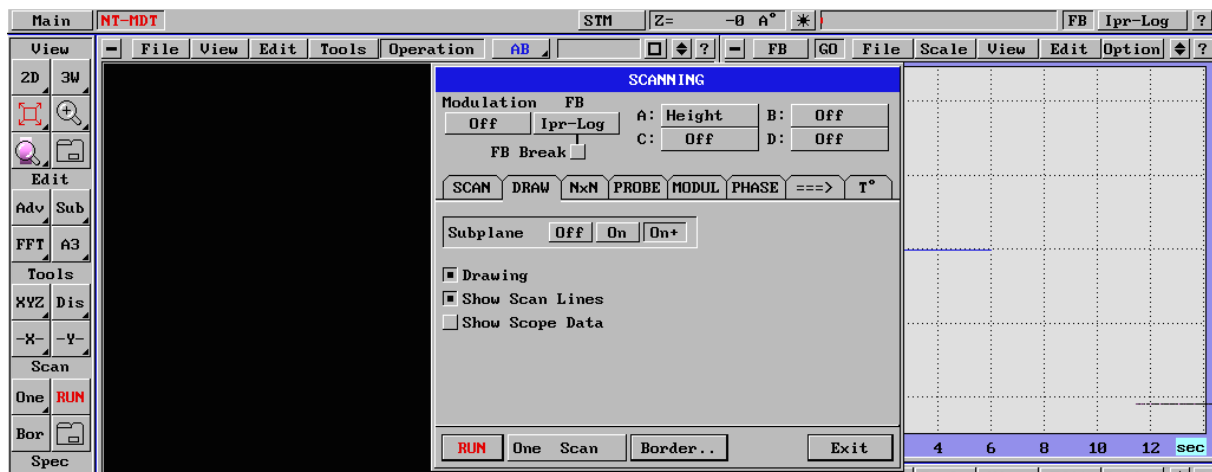

Fig. 58
- Drawing - on (Fig. 58)
- Subplane - on+ (Fig. 58)